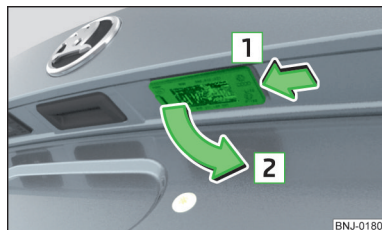

Fig. 214
- Tryk lygten ind i pilens retning **1** » Fig. 214.